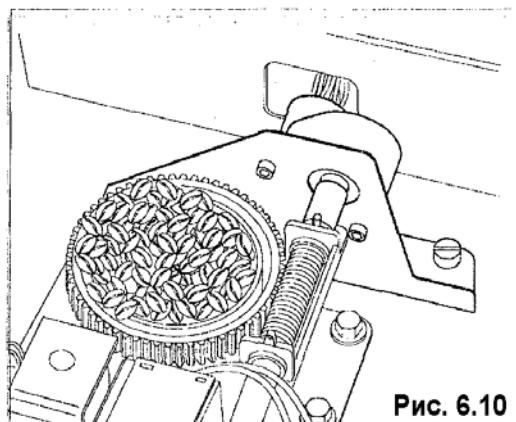

Рис. 6.10
- Автоматическая регулировка помола (рис. 6.10)